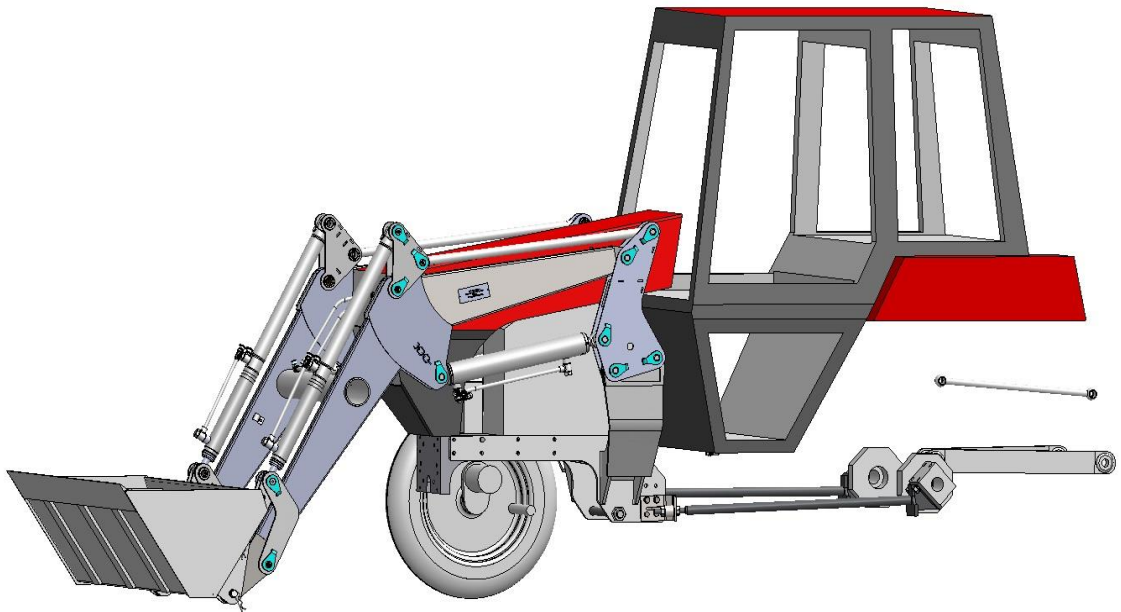

Рис.1
Погрузчик на МТЗ-320 (рис.1) предназначен для погрузки различных грузов (бытового мусора, сена, соломы, навоза, минеральных удобрений, песка и т.п.) в транспортные средства, смесительные установки и машины для внесения удобрений, для механизации внутри складских работ с затаренными и незатаренными минеральными удобрениями, а также для выполнения легких планировочных работ.
3.1. Погрузчик (см. рис.1) состоит из навесного устройства, закрепляемого на тракторе, быстросъемного подъемного устройства, гидросистемы и набора сменных рабочих органов.